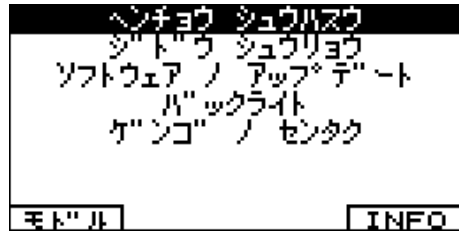

図 2.13.6-1 設定画面 2
1. 設定画面 1(図 2.13-1 参照)で、「ツギへ」を選択し、FUNCTION キーを押します。設定画面 2(図 2.13.6-1 参照)が表示されます。
8. 「モドル」キーを押して、設定画面 2 (図 2.13.6-1 参照) に戻ります。
1. 設定画面 1 (図 2.13-1 参照) で、「ツギへ」を選択し、FUNCTION キーを押します。設定画面 2 (図 2.13.6-1 参照) が表示されます。
5. 「モドル」キーを押して、設定画面 2 (図 2.13.6-1 参照) に戻ります。